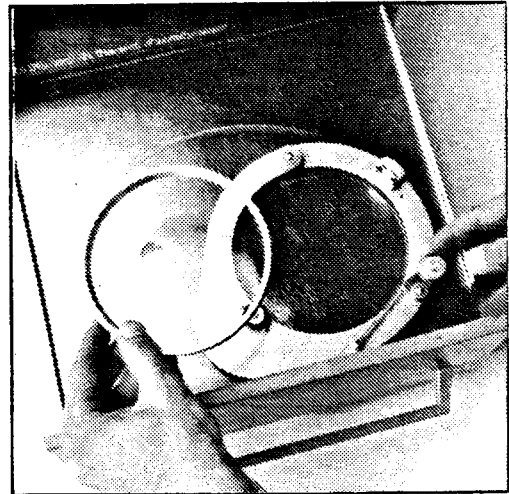

Abb. 3
2. Drücken Sie das Rad nach rechts (Abb.3).